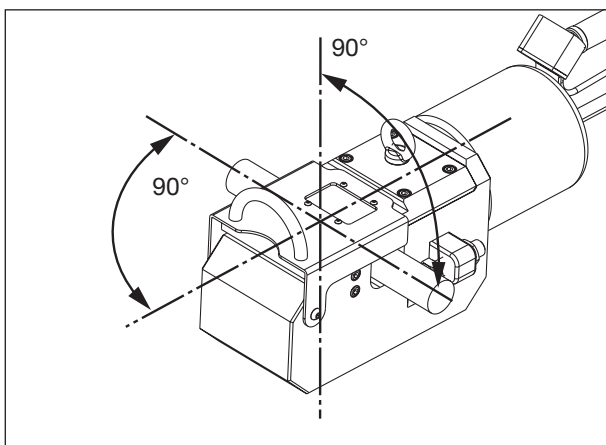

Figura 9, Posizionamento del materiale nella testa di taglio
Posizionare il materiale da tagliare tra le lame del tagliabarre in maniera tale che risulti perpendicolare all'asse dello stelo, come illustrato nella figura 9. Questo assicurerà un taglio di massima qualità, ponendo al contempo il minor carico possibile sul tagliabarre.
4. Sistemare il materiale da tagliare tra la lama fissa e quella mobile. Verificare che sia perpendicolare all'asse dello stelo, come illustrato nella figura 9. Per maggiori informazioni, fare riferimento alle istruzioni contenute nella sezione 8.5.